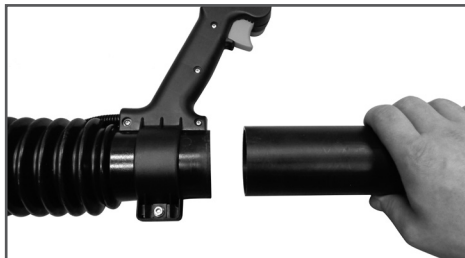

Рис. 5 Установка трубы напорной
3. Вставьте трубу напорную гладким концом в гибкую трубу на глубину гладкого участка гибкой трубы (Рис. 5).